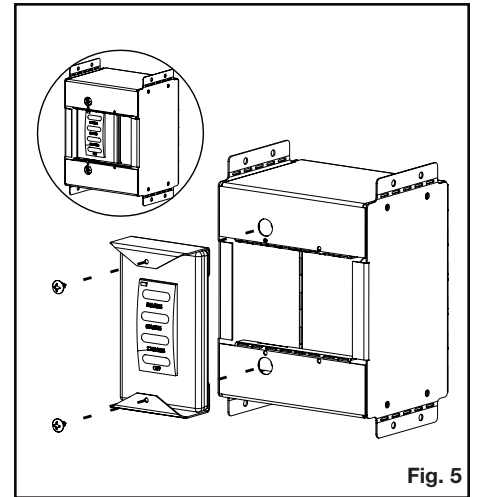

Fig. 5
1. Insert the wall timer/bracket by turning and inserting it into the switch box housing and secure with the supplied mounting screws. **(Fig. 5)**
1. Insérez le minuteur mural/support en le tournant et en l'insérant dans le boîtier du commutateur, puis fixez-le avec les vis de montage fournies. **(Fig. 5)**